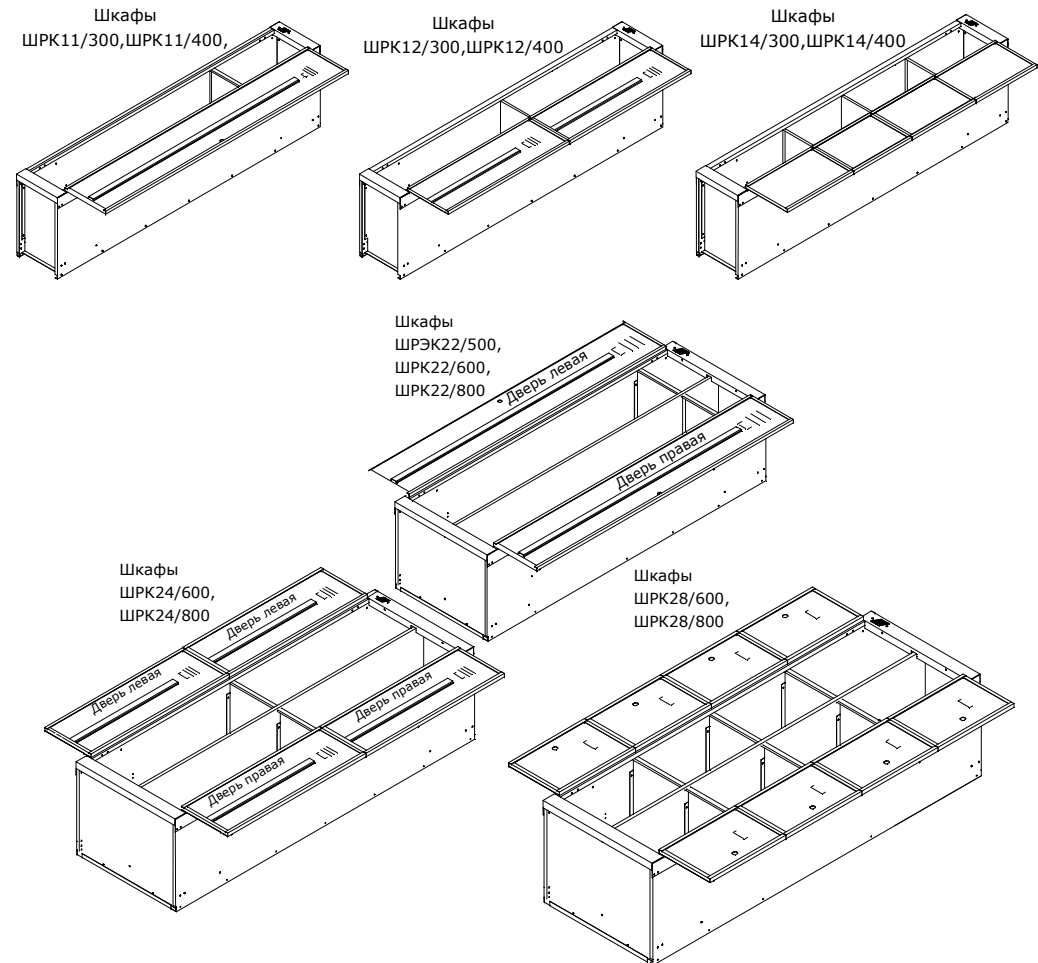

Рис.6
3.7. Закрепить двери на лицевой панели (рис.6).